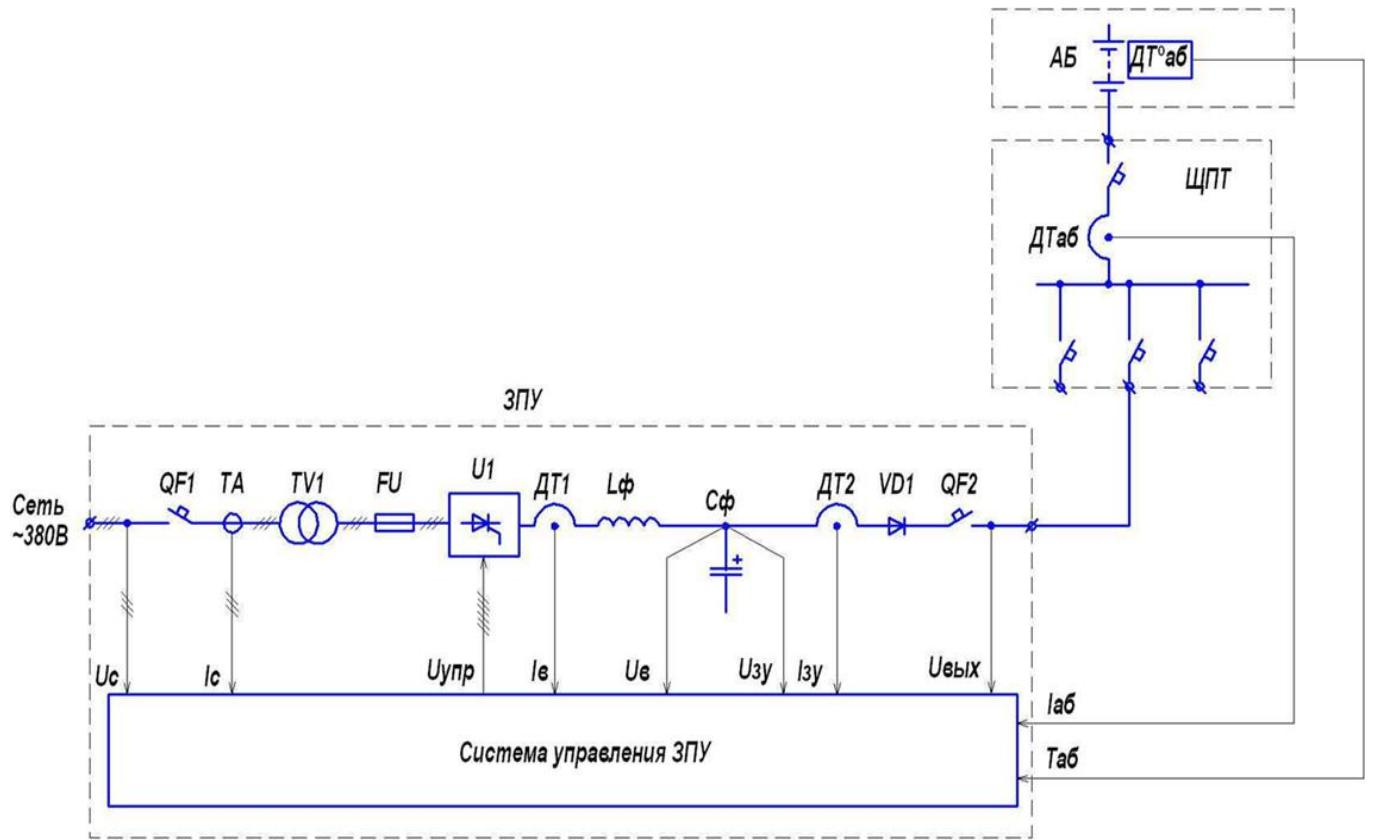

Рис.2 Функциональная схема ЗПУ
6.2 Функциональная схема ЗПУ приведена на рис.2